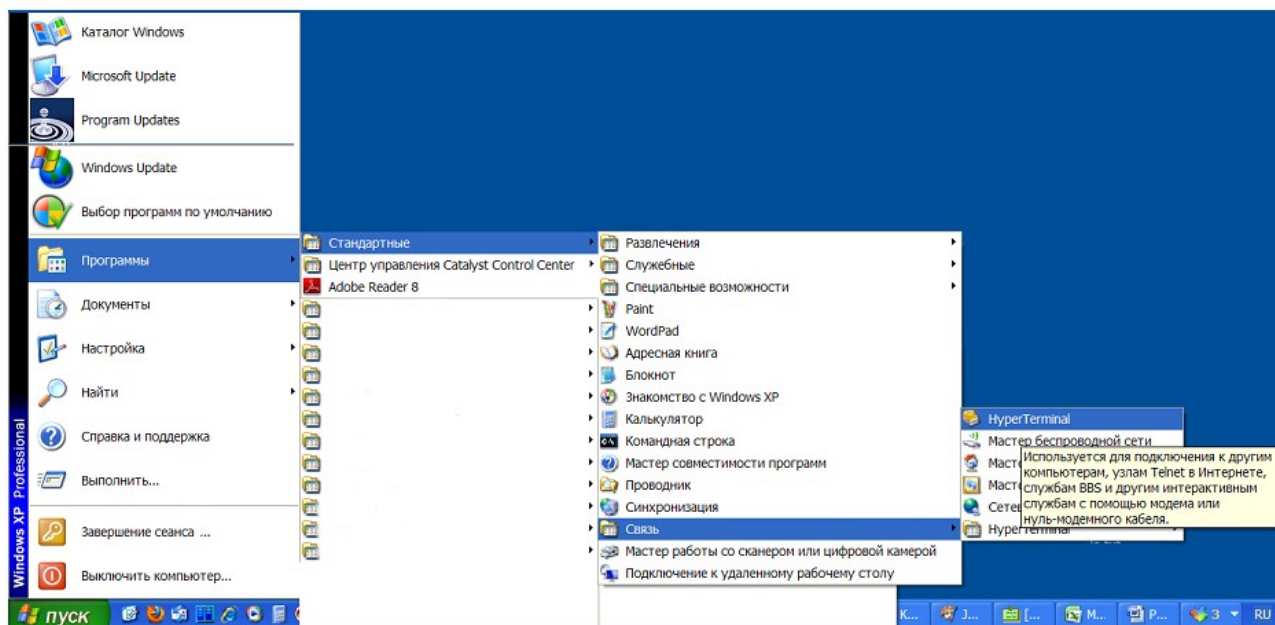

Рисунок 38 - Запуск программы «HyperTerminal»
1) Для запуска программы «Hyperterminal» следует запустить приложение: «Пуск/Программы/Стандартные/Связь/HyperTerminal» (рисунок 38).